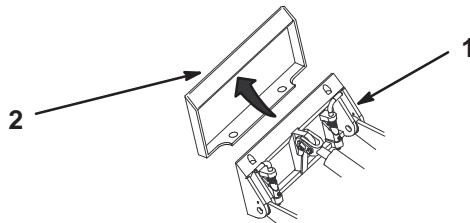

Bild 16
4. Positionieren Sie die Montageplatte am oberen Rand der Aufnahmeplatte am Zubehör (Bild 16).